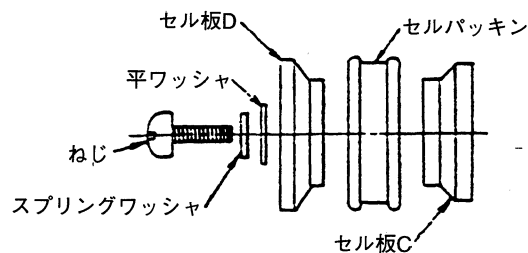

図4-34
- ⑦セル板C、セルパッキン、セル板Dを図4-34のようにセットし、ねじを2～3山締めて下さい。